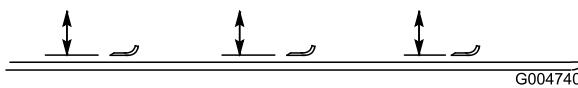

Figura 87
2. Gire la cuchilla hasta que los extremos estén orientados hacia adelante y hacia atrás, y mida desde el interior de la carcasa de corte al filo de corte en la parte delantera de la cuchilla (Figura 87).